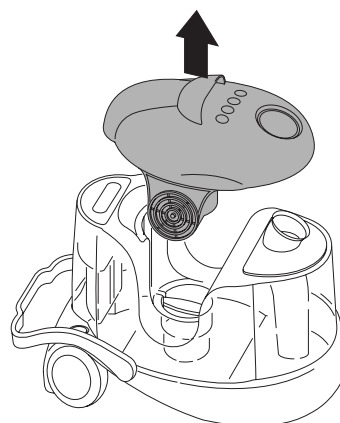

fig. 2
- Rimuovere la testata motore F (fig. 2).